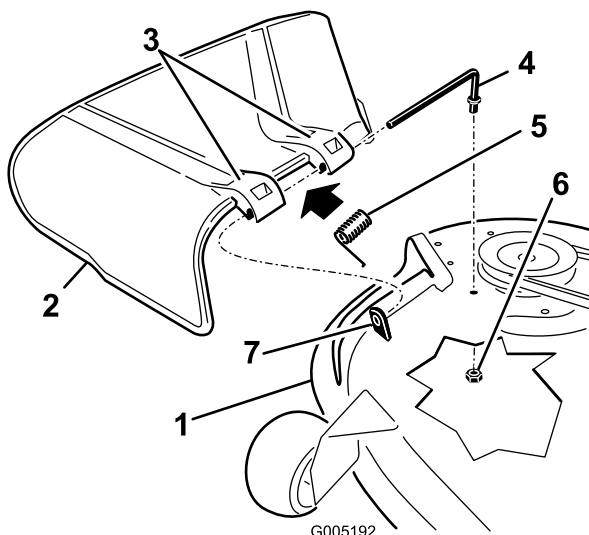

Figura 59
1. Retire la tuerca (3/8") de la varilla (debajo del cortacésped) (Figura 59).
2. Retire la varilla del espaciador corto, del muelle y del deflector de hierba (Figura 59).
4. Vuelva a colocar el deflector de hierba (Figura 59).
7. Deslice la varilla por el segundo soporte del deflector de hierba (Figura 59).
9. Sujete el extremo trasero de la varilla al cortacésped con una tuerca (3/8"), según se muestra en Figura 59.